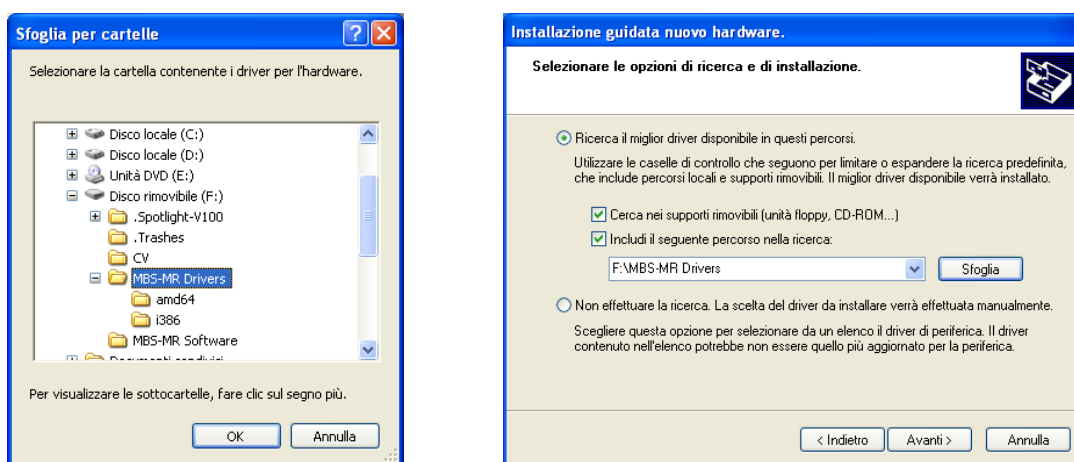

Fig. 6. Installazione drivers MBS-MR (9)
- Selezionare il percorso del CD-ROM, scegliere la cartella “MBS-MR Drivers”, e premere il pulsante “OK” (fig. 6/9);
- Il computer mostra le impostazioni di ricerca, premere il pulsante “Avanti” per procedere all’installazione dei drivers (fig. 6/10);